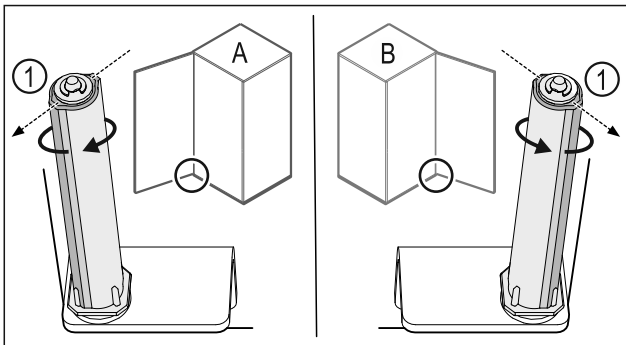

Fig. 43 Battuta a sinistra (A) / battuta a destra (B)
- Ruotare il sistema di chiusura contro la resistenza fino a quando la sporgenza del sistema di chiusura Fig. 43 (1) non è rivolta verso l'esterno.